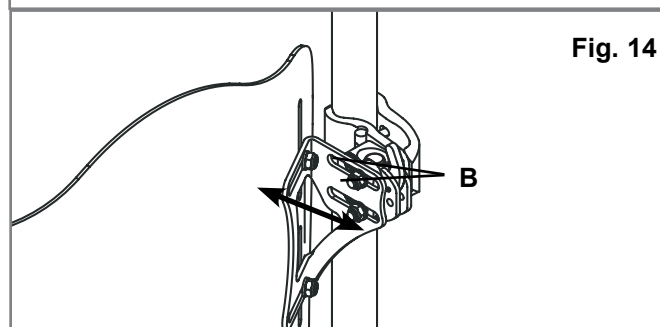

Fig. 14
- Para ajustar a profundidade e o ângulo do Encosto J3 desaperte as porcas esquerda e direita (Fig. 14-B) nas ranhuras do suporte.
- Ajuste a profundidade e/ou ângulo e aperte firmemente. A força de torção recomendada é 100 - 110 in-lbs. (11,3 - 12,4 Nm). Assegure-se que nenhuma das porcas de ajustamento de profundidade (Fig. 14-B) escorrega ou roda.